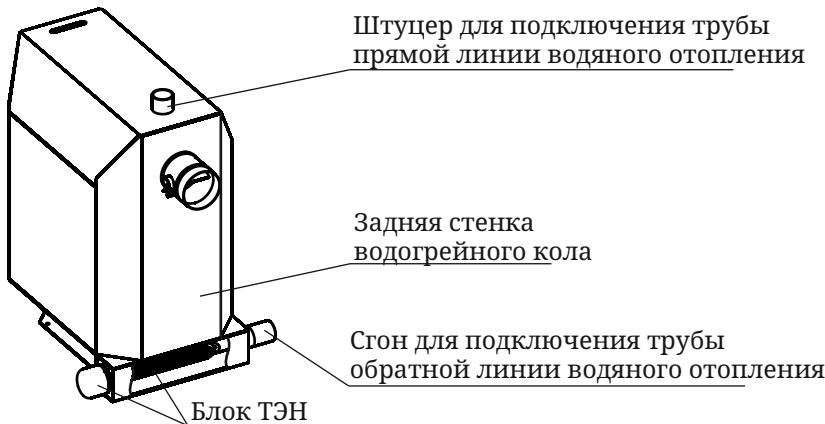

Рисунок 5. Расположение блока
В нижней части водяной рубашки имеются два отверстия с резьбой G2" (10), направленные в противоположные стороны. В одно из отверстий устанавливается сгон для присоединения трубы подвода теплоносителя (обратка), направляя трубу в нужную для потребителя сторону. Во второе отверстие устанавливается ТЭН, подключенный к сети питания, либо заглушка (согласно модификации) рисунок 5.